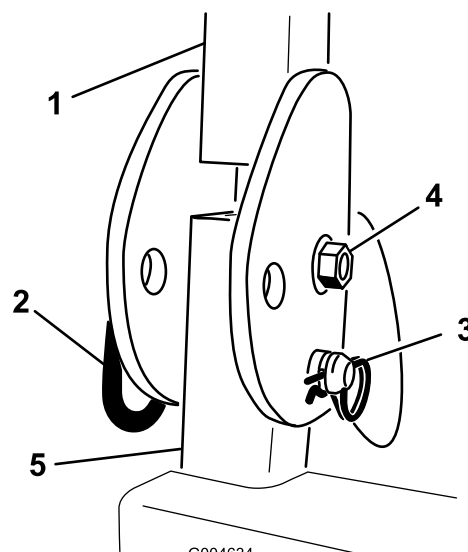

Figura 5
1. Remova os contrapinos e os dois pinos da barra de segurança (Figura 5).
2. Levante a barra de segurança na vertical, instale os dois pinos e fixe-os com os contrapinos (Figura 5).